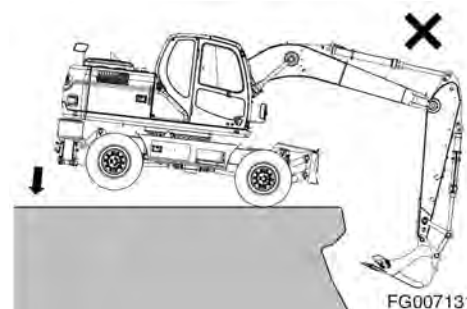

Рис. 66
8. Запрещается использовать вес машины для придания дополнительного усилия отрыва. См. рис. 66.